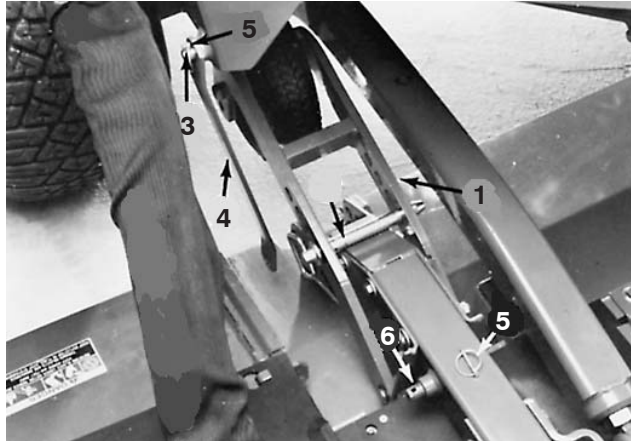

Bild 62
5. Stecken Sie das Mähwerkklappverbindungsteil über das Schweißteil rechts an der Zugmaschine und befestigen Sie es mit dem Klemmstift. Positionieren Sie das Verbindungsteil, sodass es beim Anheben des Mähwerks keine Berührungsstellen aufweist. Der andere Klemmstift sollte bereitliegen, sodass Sie die andere Seite des Verbindungsteils am Mähwerkarmschweißteil befestigen können (Bild 62).